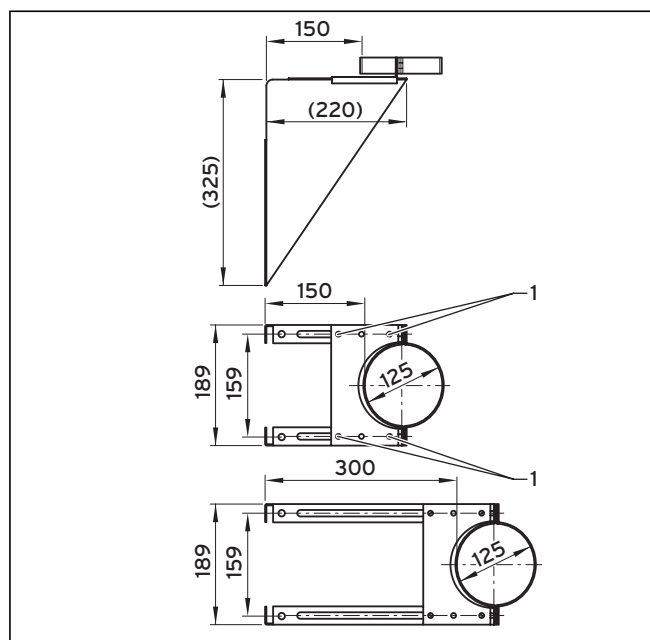

Рис. 4.70 Монтаж стенового кронштейна
- Установите желаемое расстояние от стены и затяните 4 винта (1, → рис. 4.70) в окончательном монтажном положении.